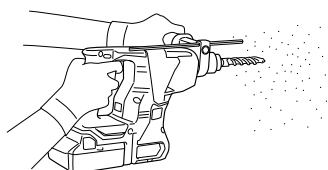

Fig. 15
- (1) Monter le foret de perçage.
- (2) Tirer l'interrupteur de déclenchement après avoir appliqué la pointe du foret sur la position de perçage désirée. (Fig. 15)
- (3) Il n'est pas du tout nécessaire d'appliquer une forte pression sur le marteau rotatif. Il suffit d'appliquer une légère pression de manière à ce que la poussière de perçage soit déchargée progressivement.
- Quand le foret de perçage touche une barre de fer de la construction, la mèche s'arrête immédiatement et le marteau rotatif réagit en tournant. Par conséquent, veuillez tenir fermement la poignée latérale et la poignée, comme illustré à la Fig. 15.